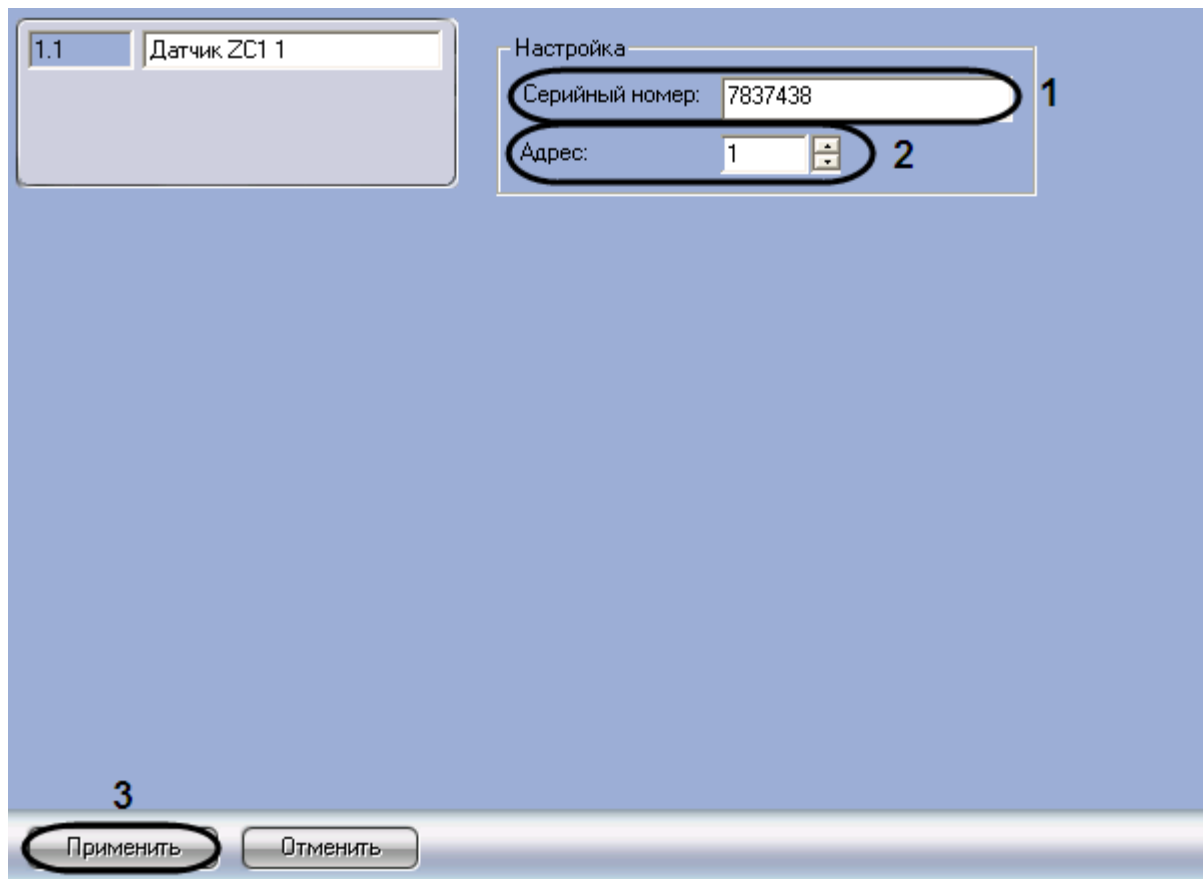

Рис. 3.12-2. Панель настройки объекта Датчик ZC1
1. Перейти на панель настройки объекта **Датчик ZC1** (Рис. 3.12-2)
2. В поле **Серийный номер** (см. Рис. 3.12-2, 1) ввести серийный номер датчика ZC1 в шестнадцатеричном формате.
3. В поле **Адрес** ввести с помощью кнопок **вверх-вниз** адрес датчика ZC1 в десятичной системе счисления (см. Рис. 3.12-2, 2).
4. Для сохранения внесенных изменений нажать кнопку **Применить** (см. Рис. 3.12-2, 3).